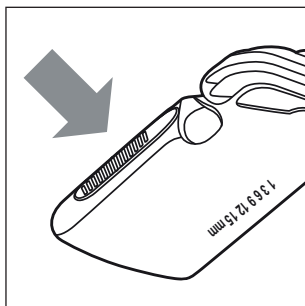

Fig. 5
- Premere il pulsante se si desidera far correre l'inserto pettine **10/11** verso l'alto o verso il basso (vedere fig. 5). In questo modo è più facile disimpegnare l'inserto pettine **10/11** dall'innesto e farlo scorrere.
- Premere il lato superiore del pulsante se si desidera far correre l'inserto pettine **10/11** verso l'alto o verso il basso (vedere fig. 5). In questo modo è più facile disimpegnare l'inserto pettine **10/11** dall'inserto e farlo scorrere.